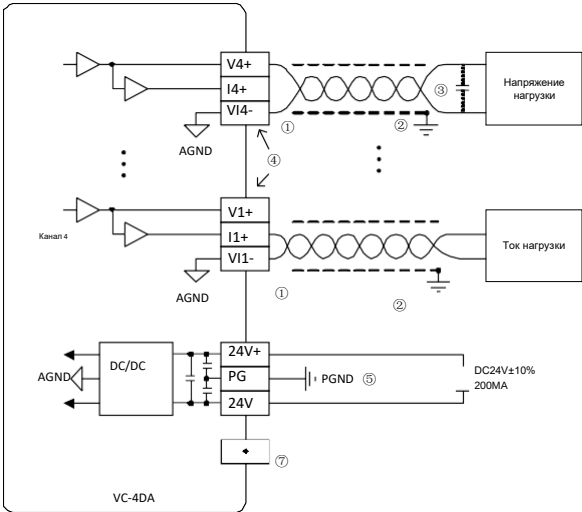

Рис. 1-5 Схема электрических подключений модуля VC-4AO
- Выполните подключение модуля согласно рис. 1-5, обратите внимание на следующее: